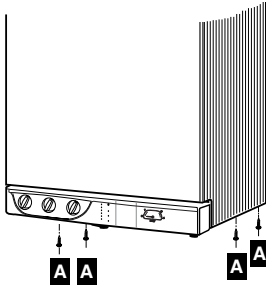

Fig. 19
- avvitare le 4 viti **A** di fissaggio del mantello (si trovano nella parte inferiore - fig. 19).